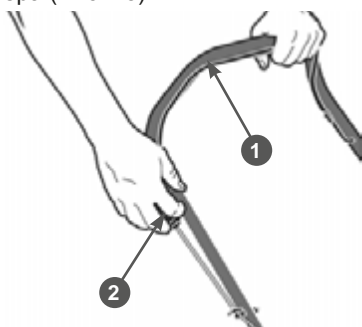

Рис. 15. Запуск двигателя
4. Встаньте позади газонокосилки. левой рукой нажмите на рычаг 1 остановки двигателя и удерживайте его, а правой рукой возьмите ручку 2 стартера (Рис. 15).